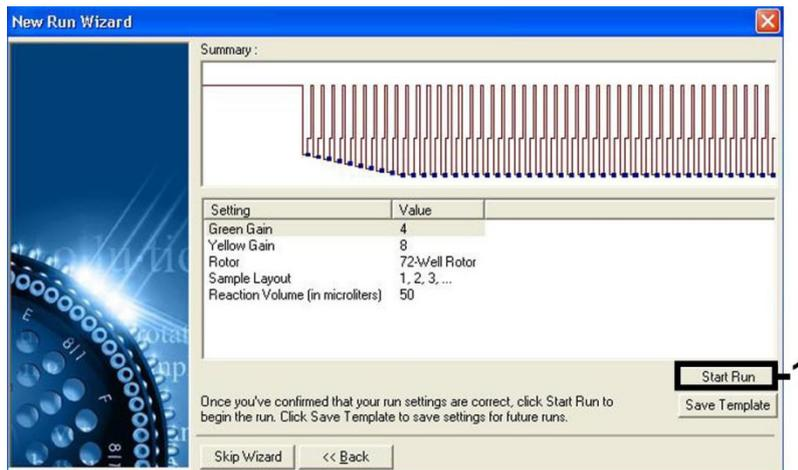

Figura 7. Avvio della seduta.
Il range di rilevamento dei canali di fluorescenza deve essere determinato in base alle intensità della fluorescenza nelle provette per PCR. Fare clic su **Gain Optimisation** (ottimizzazione del guadagno) nella finestra di dialogo **New Run Wizard** (creazione guidata nuova seduta) per aprire la finestra di dialogo **Auto-Gain Optimisation Setup** (impostazioni di ottimizzazione del guadagno automatico) (vedere il passaggio 6 e la Figura 7 della scheda di protocollo *Settings to run artus QS-RGQ Kits* (Impostazioni per eseguire i kit artus QS-RGQ)).
8. I valori di guadagno determinati con la calibrazione del canale (o attribuiti manualmente) sono salvati automaticamente e sono elencati nell'ultima finestra del menu della procedura di programmazione (Figura 7). Fare clic su **Start Run** (Avvio processo).